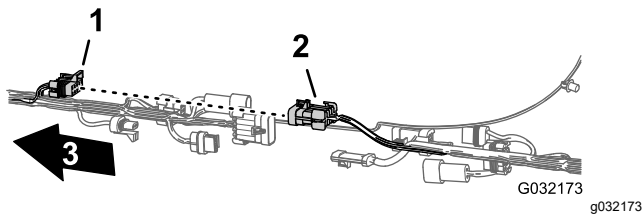
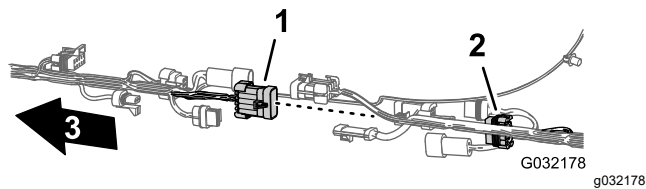

Figura 15
Figura 20
2. Desconecte los 6 pares de conectores que unen los arneses de cables delantero y trasero, según se muestra en la Figura 15 y siguientes hasta la Figura 20.